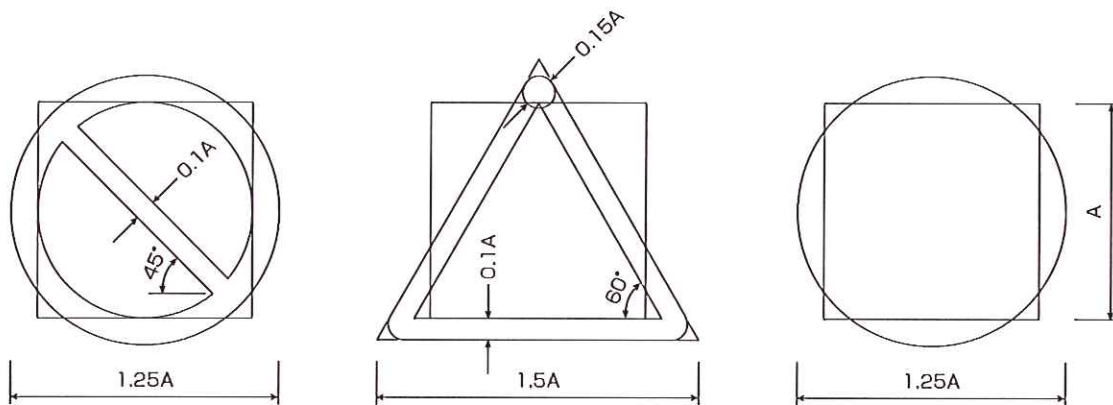
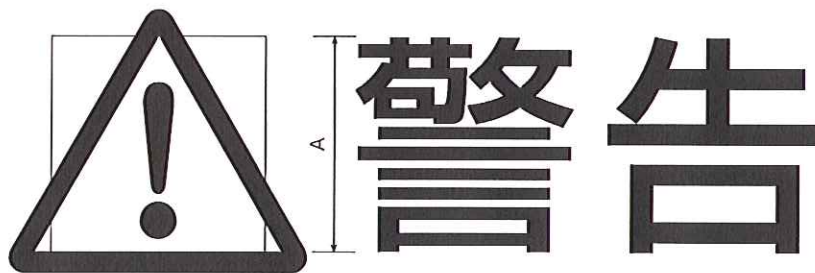

図1
図2
1. 図記号の基本形状 (図1)
- 禁止図記号、注意図記号および指示図記号の枠寸法を見かけ上、同一であるようにするために、一辺 (A) の基本正方形を設定する。
- 一般注意図記号を「危険・警告・注意」と組合せて使う場合の文字高さは、基本正方形の一辺と同じA寸法とし、位置は基本正方形に合わせる。(図2)